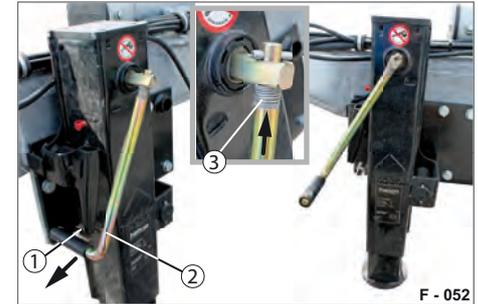
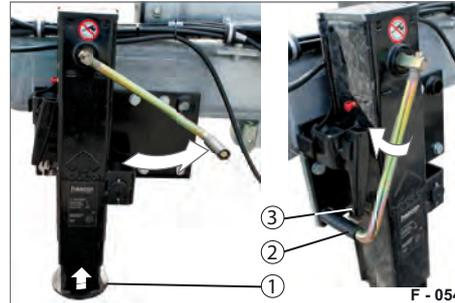

Abb. 54 Schwenkstütze - Stützposition
Abb. 56 Stützfuß, eingefahren
- ▶ Handkurbel (Abb. 54/2) aus dem Halteblech (Abb. 54/1) herausziehen.
- ▶ Gegen die Druckfeder (Abb. 54/3) drücken und Handkurbel umdrehen, so dass der Griff nach vorne zeigt.
- ▶ Mit der Handkurbel (Abb. 56/2) den Stützfuß (Abb. 56/1), - erst nach dem Ankuppeln des Anhängers - komplett hochkurbeln.
- ▶ Gegen die Druckfeder (Abb. 54/3) drücken und Handkurbel umdrehen, so dass der Griff zum Halteblech (Abb. 56/3) zeigt.